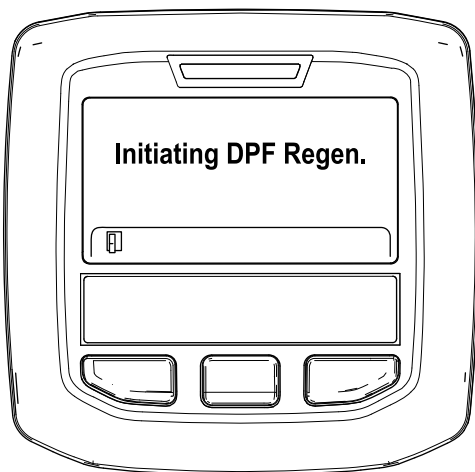

Рисунок 48
- A. «Initiating DPF Regen» («Начало регенерации DPF») (Рисунок 48).